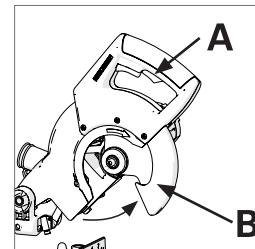

Fig. 18
Pour insérer la lame, appuyez sur le déclencheur de blocage du carter de lame inférieur (A), faites pivoter le carter de lame inférieur (B) vers le haut dans le carter de lame supérieur et maintenez le carter de lame inférieur dans cette position. (**Fig. 18**)